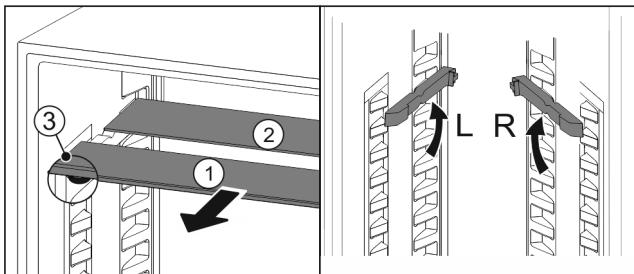

Fig. 110
- ▶ Izvucite Fig. 110 (1) staklene ploče jednu po jednu prema naprijed.
- ▶ Staklena ploča Fig. 110 (1) s ukrasnom letvicom nalazi se sprijeda.
- ▶ Zaustavljači Fig. 110 (3) su usmjereni prema dolje.